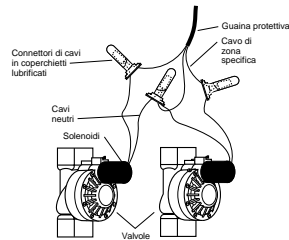

FIGURA 17: Collegamento dei cavi del timer alle valvole
- Ogni valvola ha due cavi. Un cavo deve essere collegato come neutro. I cavi neutri di tutte le valvole possono venir collegati insieme in un unico cavo che porta al timer. L'altro cavo della valvola deve essere collegato al cavo specifico della stazione che controllerà quella valvola [vedere figura 17].